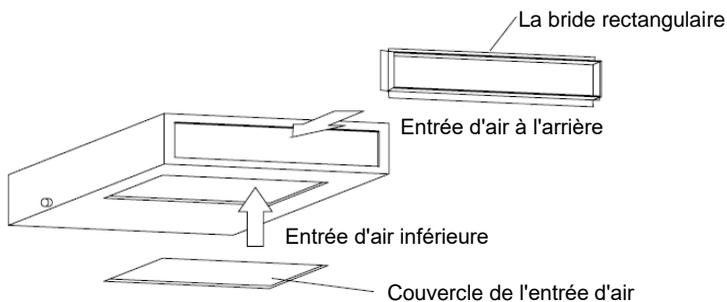

Fig. 11
- a. En version standard, la bride rectangulaire d'entrée d'air est installée à l'arrière de l'unité et l'entrée d'air inférieure est couverte (voir la figure 11)